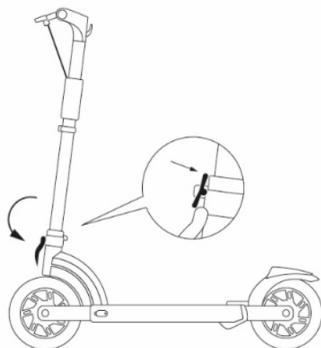

Figura 47 - Sgancio leva
2. Premere il tasto di sicurezza (**Vedere punto 9 Tabella 1 - Dettaglio componenti monopattino e Figura 2 - Componenti monopattino**), e contemporaneamente sganciare la leva di bloccaggio (**Vedere Figura 47 - Sgancio leva**);